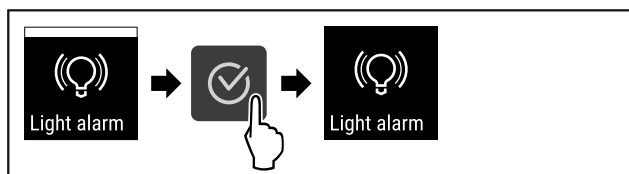

Fig. 90
- ▶ Eseguire i passi (vedere Fig. 90) .